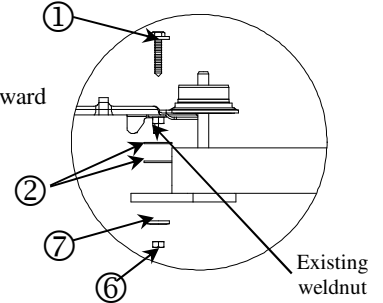
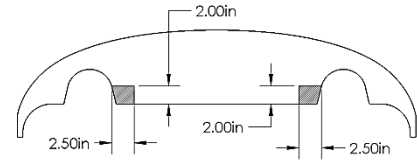

Figure 2.
Figure 3.
Cut away shaded area on fascia per Figure 3.
①	Qty. (2)	M8-1.25 x 55mm CL. 9.8 Bolt	⑥	Qty. (2)	Hex nut M8 x 1.25
②	Qty. (4)	Flat washer 1/2"	⑦	Qty. (2)	Conical Toothed Washer, 3/8"
③	Qty. (2)	Hex Bolt, 1/2"-13 X 2-1/4" Gr.5	⑧	Qty. (1)	Handle-Nut, 1/2" (*torque spec below)
④	Qty. (3)	Conical Toothed Washer, 1/2"	⑨	Qty. (3)	Spacer, wedge
⑤	Qty. (1)	Hex Nut, 1/2"-13 Gr. 2
- For Impala installation, trim away shaded region of fascia in figure 3.
- Replace M8 bolt with item 1. Tighten fasteners to required specification.
- Install forward bracket as shown. Taping (2) wedge spacer together for easier install. Do not tighten at this time
- Install flat washers (item 2) on existing weldnut. See Figure 2.
Découper la zone ombragée du carénage selon la figure 3.
①	Qté (2)	Boulon hexagonal M8-1.25 x 55mm CL. 9.8	⑥	Qté (2)	Écru hexagonal M8 x 1.25
②	Qté (4)	Rondelles plates 1/2"	⑦	Qté (2)	Rondelle conique 3/8"
③	Qté (2)	Boulon hexagonal 1/2"-13 X 2-1/4" Gr.5	⑧	Qté (1)	Écrou à levier 1/2"-13 (Voir *spéc. de couple ci-dessous)
④	Qté (3)	Rondelle conique 1/2"	⑨	Qté (3)	Entretoise, wedge
⑤	Qté (1)	Écru hexagonal 1/2"-13 Gr. 2
- Pour une installation sur Impala, découper la zone ombragée du carénage selon la figure 3.
- Poser le support avant d'attelage sur le montage de suspension, comme illustré. À l'aide de ruban, coller ensemble deux (2) espaceurs en coin pour faciliter la pose. Ne pas serrer pour le moment.
- Poser des rondelles plates (article 2) sur l'écrou à souder existant. Voir Figure 2.